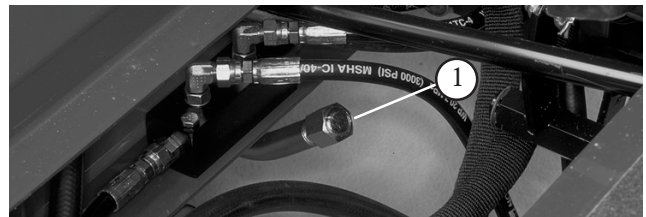

図 18
3. トランスミッションのフィルタの首 (図18) からディップスティック・キャップを抜き、ウェスできれいに拭う。補給口にディップスティックをねじ込む。ディップスティックをもう一度抜きとって、オイルの量を点検する。ディップスティックについている溝マークから 13 mm 以内になれば、オイルを適正量まで補給する。入れすぎに注意; 上限マーク (溝) より 6 mm以上入れないこと。